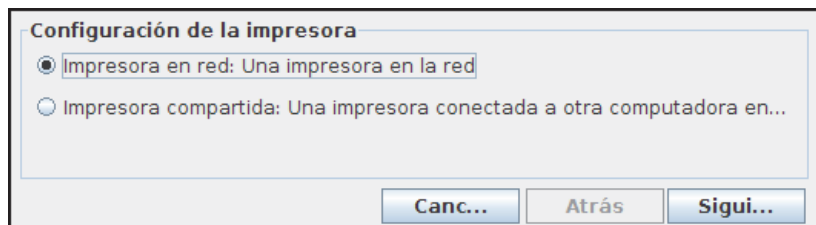
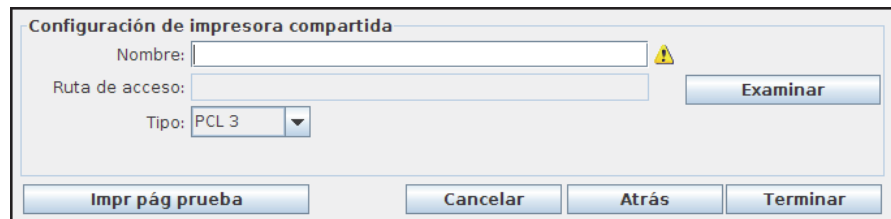

Figura 9-3 Cuadro de diálogo Add New Printer (Agregar nueva impresora)
Figura 9-5 Cuadro de diálogo Shared Printer Setup (Configuración de impresora compartida)
Add Printer (Agregar impresora): Seleccione este botón para agregar una nueva impresora compartida o de red. A continuación, aparece el cuadro de diálogo Add New Printer (Agregar nueva impresora) (Figura 9-3). Una impresora local USB se configura automáticamente cuando se conecta al instrumento Matrix (consulte Configuración de la impresora local en la página 9-6 si desea obtener las instrucciones necesarias para configurar una impresora local).
1. Seleccione Network Printer (Impresora de red) en el cuadro de diálogo Add Printer (Agregar impresora) (Figura 9-3). A continuación, aparece el cuadro de diálogo Network Printer Setup (Configuración de impresora de red) (Figura 9-4).
1. Seleccione Shared Printer (Impresora compartida) en el cuadro de diálogo Add New Printer (Agregar nueva impresora) (Figura 9-3). A continuación, aparece el cuadro de diálogo Shared Printer Setup (Configuración de impresora compartida) (Figura 9-5).